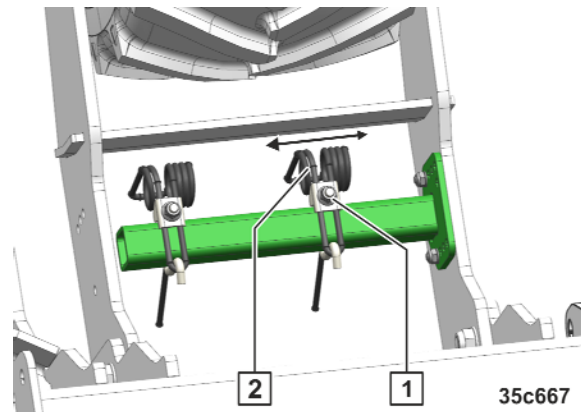

Bild 200
1. Lossa muttern (Bild 200/1).
2. Ställ in harvarmen (Bild 200/2) i önskat läge.